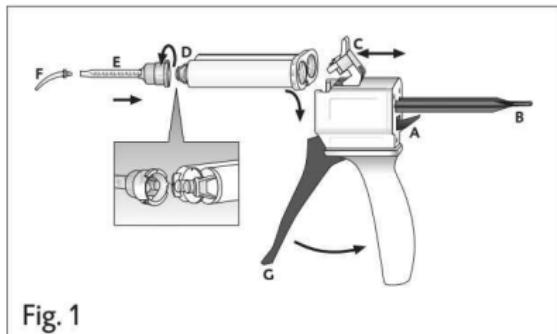

Fig. 1
1. Dźwignię [rys. 1, poz. A] z tyłu dozownika Automix-Dispenser podnieść w górę i całkowicie odciągnąć zasuwkę [rys. 1, poz. B].
2. Plastikową blokadę [rys. 1, poz. C] podnieść w górę. Włożyć wkład i unieruchomić go za pomocą blokady [rys. 1, poz. C].
1. Ściągnąć kapturek wkładu [rys. 1, poz. D] lub zużytą kaniulę mieszącą, obracając ją o 90° w kierunku przeciwnym do ruchu wskaźówek zegara, a następnie wyrzucić.
2. Nałożyć nową kaniulę mieszącą [rys. 1, poz. E].
4. Nałożyć końcówkę wewnętrzną Intraoral-Tip [rys. 1, poz. E].
- ▶ Zmieszać materiał w kaniuli mieszącej, naciskając dźwignię [rys. 1, poz. G] w dozowniku Automix-Dispenser i od razu nanieść go na wybrane miejsce.
2. Odchylić w górę plastikową blokadę [rys. 1, poz. C] i wyjąć wkład.